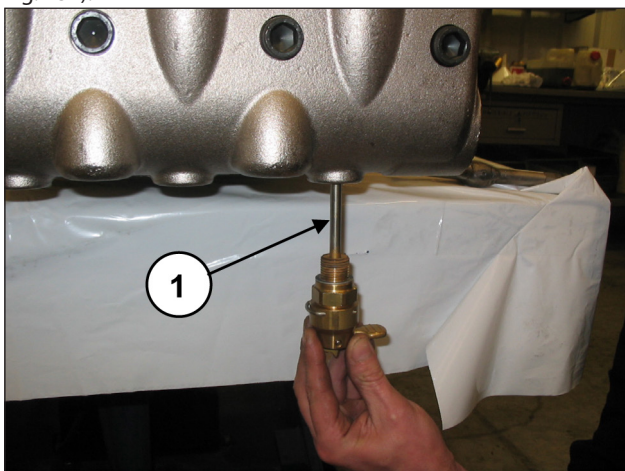
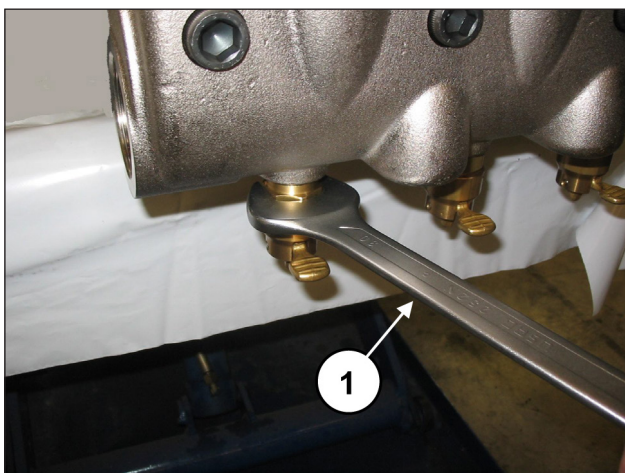

Fig. 136
Fig. 137
Appliquer les dispositifs d'ouverture des soupapes (rep. ①, Fig. 136) et les serrer à l'aide d'une clé de 30 mm (rep. ①, Fig. 137).